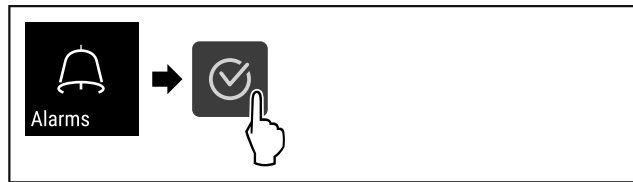

Fig. 107
- ▶ Изпълнете стъпките (виж Fig. 107) .